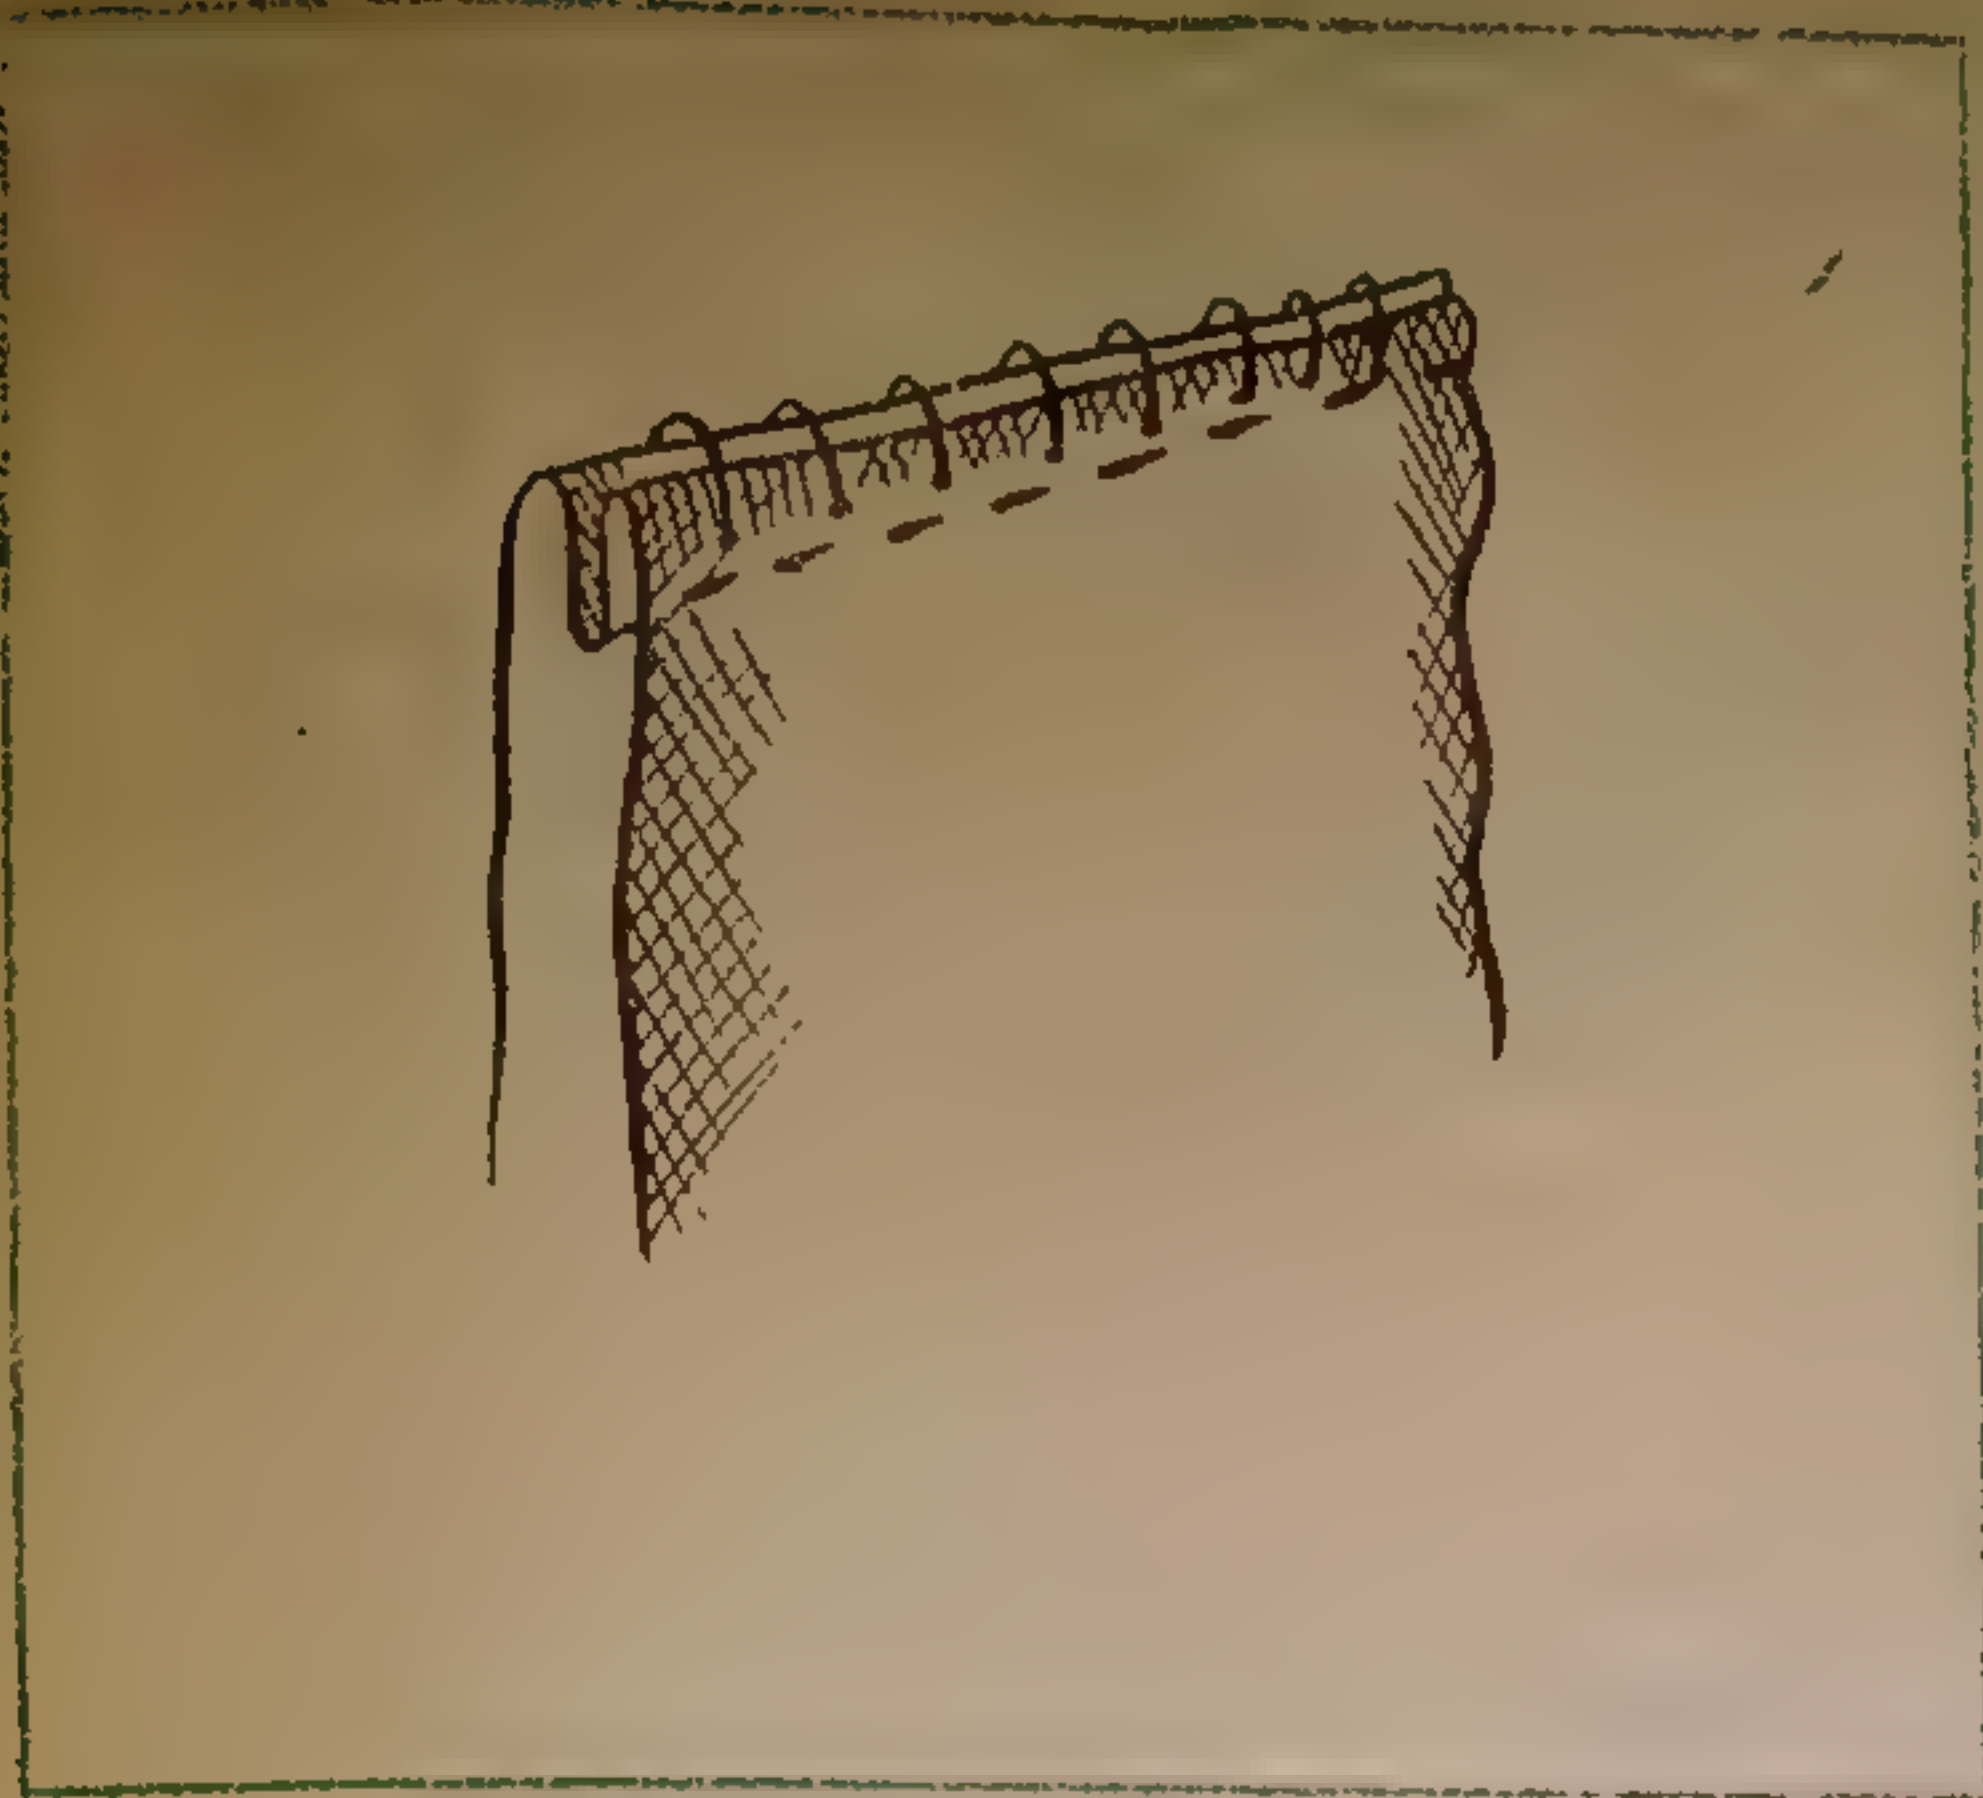

Рис. 12.
**Стачной шов с потайной обработкой.** Он применяется при пошиве детских изделий, женских блузок из прозрачных и полупрозрачных тканей при обработке шва проймы. Детали сложите лицом внутрь, выравнивая обрезные края, и стачайте на ширину шва 1 см. Оба края подогните внутрь шва и соедините потайными сметочными стежками или косым стежком через край (рис. 12).